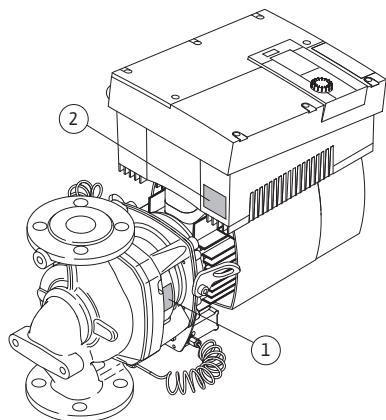

Fig. 11: Розміщення заводських табличок:
- Заводська табличка насоса (Fig. 11, п. 1) містить серійний номер (Ser.-No./...), який, наприклад, обов'язково слід зазначати в замовленні запасних частин.
- Заводська табличка електронного модуля (електронний модуль = інвертор або частотний перетворювач) (Fig. 11, п. 2) містить дані використовуваного електронного модуля.